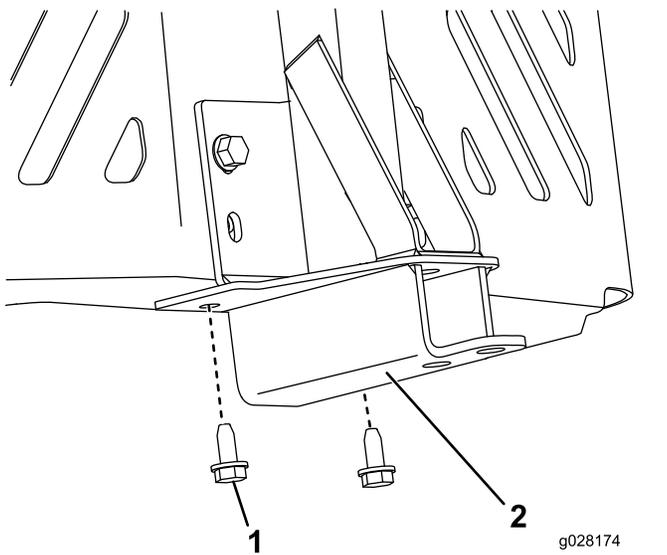

Figure 12
3. Fixez le cadre pivotant au bas du cadre de la machine à l'aide de 2 vis autotaraudeuses (5/16" x 3/4"), comme montré à la **Figure 12**.